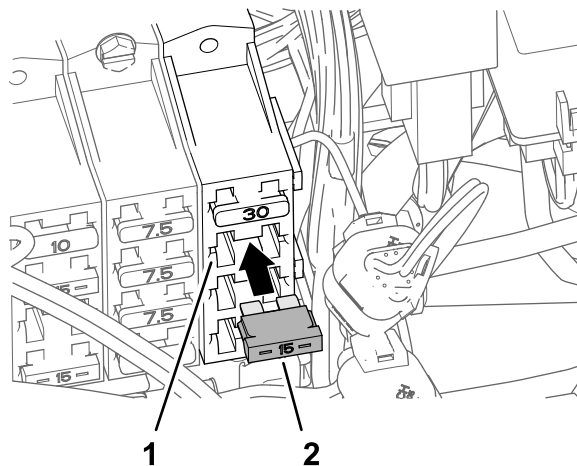

Рисунок 231
- Вставьте предохранитель (15 A) в гнездо предохранителя 2 блока предохранителей 3 до полной посадки предохранителя (Рисунок 231).